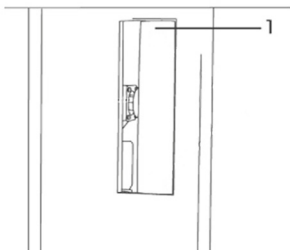

Fig. 15 – Retirando a tampa da mesa
- 2 - Retire a tampa da mesa (1) puxando a mesma, fig. 15;